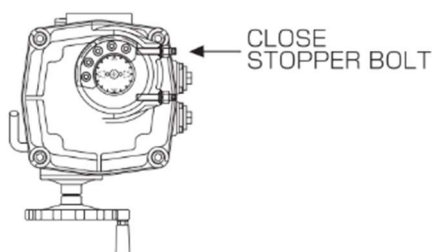
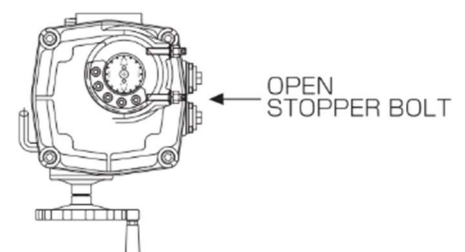

図 9 閉側メカニカルストッパー位置
図 10 開側メカニカルストッパー位置
- ① 閉側のメカニカルストッパーボルトのナットを 3~4 回転緩めてください。(図 9)
- ② 閉側のリミットスイッチが作動するまで手動ハンドルを回す。
- ③ メカニカルストッパーボルトが突き当たるまでねじ込む。
- ④ メカニカルストッパーボルトを突き当たった状態から 1 回転戻し、ナットで締付ける。
- ⑤ 開側も①~④と同様の手順で調整してください。(図 10)